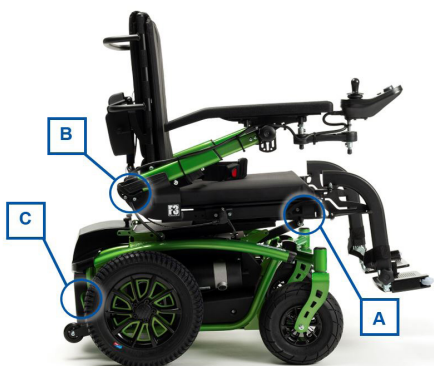

Figure 1
4. Attachez solidement le châssis du fauteuil roulant dans le véhicule à l'aide du système de sangle de fixation (voir Figure 1).